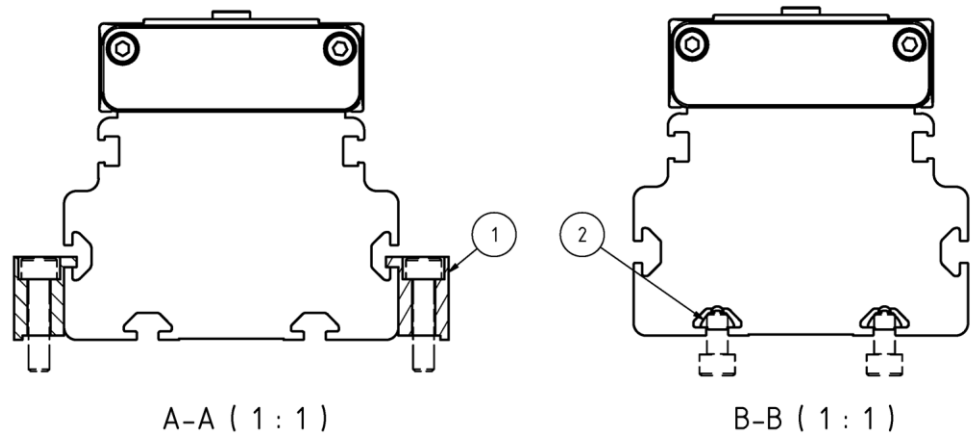

Abbildung 1: Montageoptionen
- ◆ Für die Montage über die seitlichen Nuten sind optional erhältliche Klemmpratzen erhältlich (siehe Abbildung 1: Montageoptionen, Pos. 1). Für die Montage über die unteren Nuten sind einschwenkbare Nutensteine erhältlich (siehe Abbildung 1: Montageoptionen, Pos. 2). Siehe Zubehör im HLR Katalog.
- ◆ Pro Befestigungsstelle sind entweder zwei Klemmpratzen (links und rechts am Trägerprofil) notwendig oder je 4 Nutensteine (jeweils zwei pro untere Nut), siehe Abbildung 1: Montageoptionen.